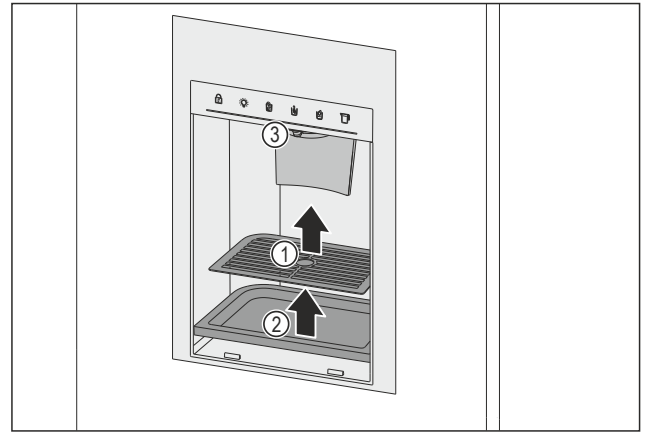

Fig. 156 Извлечение капельной решетки и лотка для сбора воды
- ▶ Извлеките капельную решетку Fig. 156 (1).
- ▶ Извлеките лоток для сбора воды Fig. 156 (2).
- ▶ Очистите выпускной узел Fig. 156 (3) и прилегающую зону мягкой чистой тканью, смоченной в чуть теплой воде с добавлением небольшого количества средства для мытья посуды.